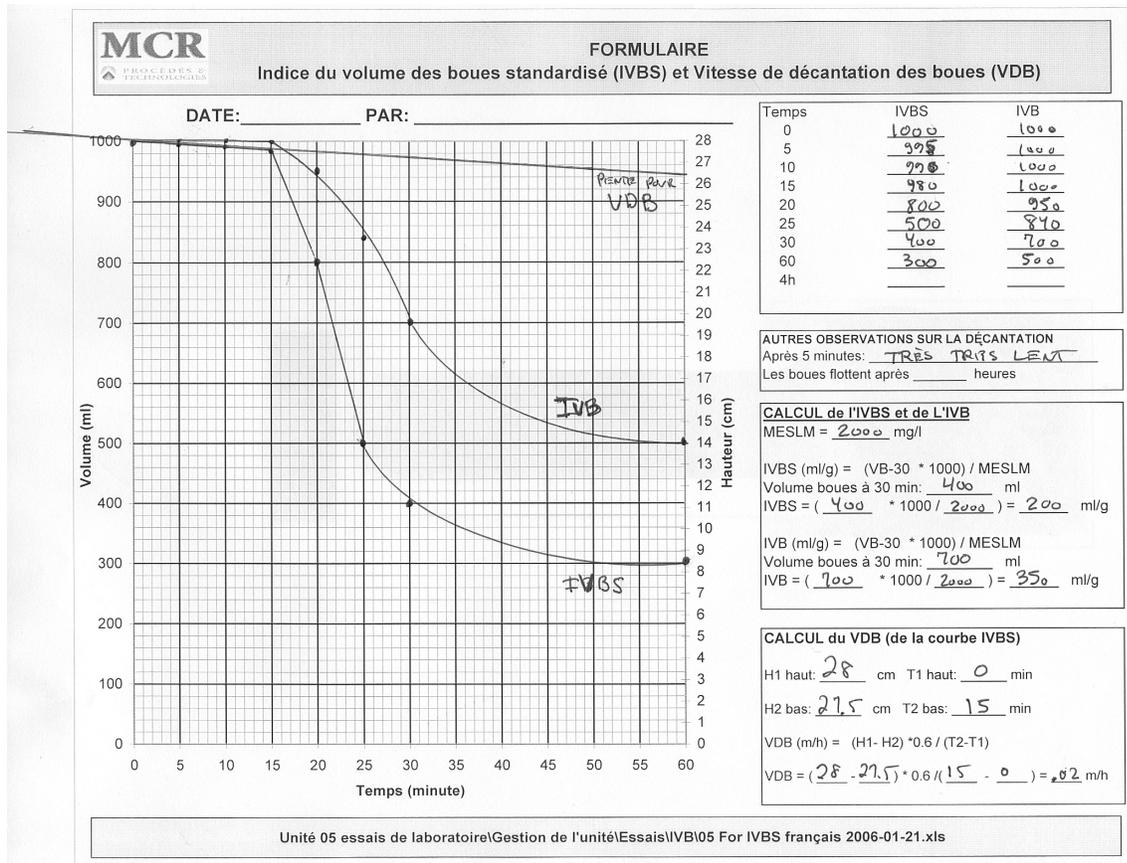

Figure 6.2 : Exemple d'une boue qui décante très lentement
- À la figure 6.2, pour l'IVBS on a après 30 minutes un volume de boues dans le cylindre de 400 ml et la concentration en MESLM de l'échantillon est de 2000 mg/l:
- Enfin à la figure 6.2, pour l'IVB on a après 30 minutes un volume de boues dans le cylindre de 700ml et la concentration en MESLM de l'échantillon est de 2000 mg/l:
- À la figure 6.2 et sur la courbe d'IVBS, le bris de pente se situe à environ au temps 15 minutes et la hauteur de boues dans le cylindre gradué est alors de 27,5 cm.